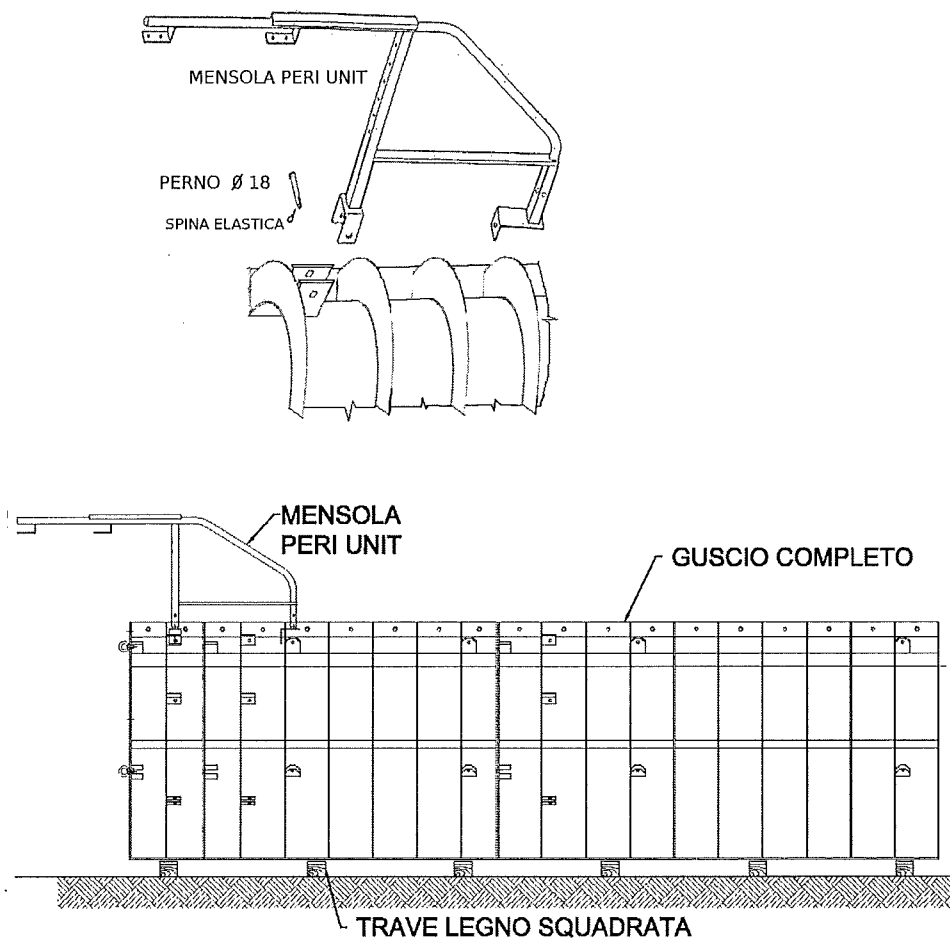

Fig.7
1. Quando il guscio è completamente montato, posizionato in orizzontale su un idoneo piano d'appoggio con la concavità verso il basso, sollevare e posizionare ognuna delle mensole metalliche e fissarle con gli specifici attacchi a perno diametro 18 mm e spina elastica (Fig.7).